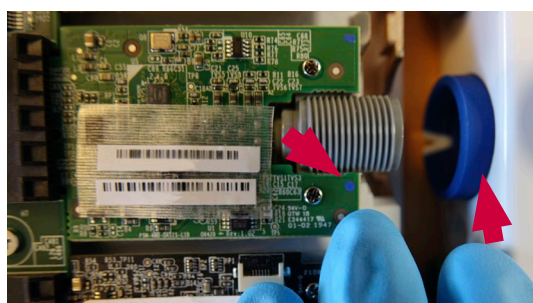

Figura 24 Il colore sulla scheda VDI deve corrispondere al colore dell'anello
- f) **Assicurarsi che l'anello colorato sull'alloggiamento posteriore sia dello stesso colore dell'indicazione sulla scheda VDI (Figura 24)**
Quando si rimonta l'alloggiamento posteriore, controllare che i colori sulle schede VDI (Figura 24) corrispondano ai colori degli anelli in cui sono posizionate.